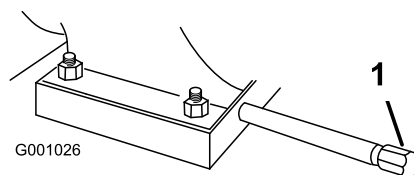

Figura 50
1. Pulite l'area intorno al tappo di spurgo dell'olio (Figura 50).